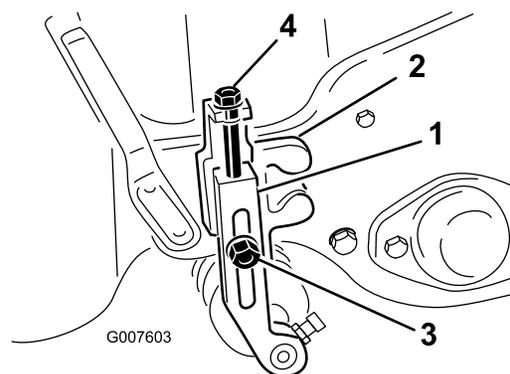

図 51
2. 刈り高アームを刈り高ブラケットに固定しているロックナットをゆるめる (図 51)。